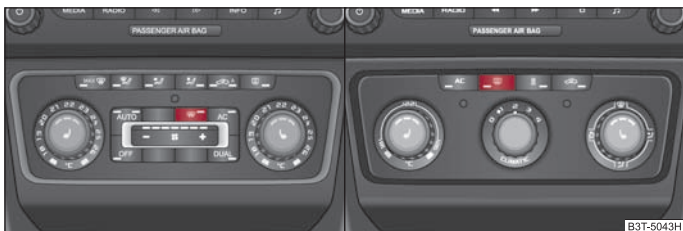

Abb. 59 Schalter für Frontscheibenbeheizung / Schalter für Heckscheibenbeheizung
- Sie schalten die Frontscheibenbeheizung durch Drücken des Schalters  ein bzw. aus ⇒ Abb. 59 - links, die Kontrollleuchte im Schalter leuchtet bzw. erlischt.
- Sie schalten die Heckscheibenbeheizung durch Drücken des Schalters  ein bzw. aus ⇒ Abb. 59 - rechts, die Kontrollleuchte im Schalter leuchtet bzw. erlischt.